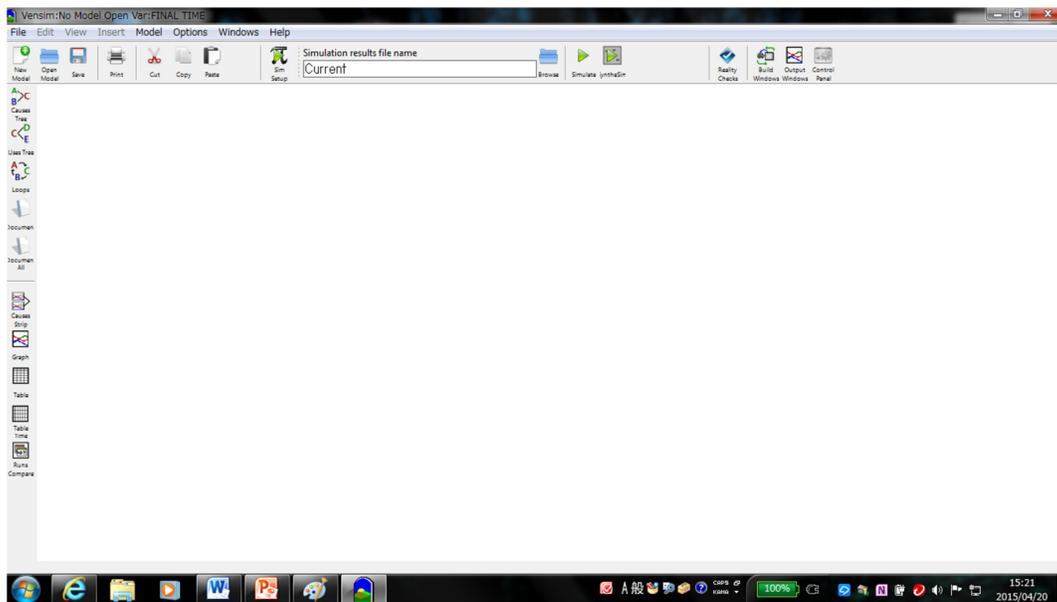

図 2-1 : Vensim PLE 初期画面
Vensim PLE を開くと、図 2-1 のような画面が最初に現れます。既にモデルを前に作成していれば、最近作成したモデルが表示されます。新規モデル作成ボタンを選択すると、図 2-X のような、シミュレーション条件設定画面が表示されます。この画面で OK にすると、図 2-2 に示したような、モデル構築可能画面に切り替わります。違いは、図 2-1 には表示されていないが、④モデル記述ツール・バーと、⑤ステータス・バーが新たに表示される点です。